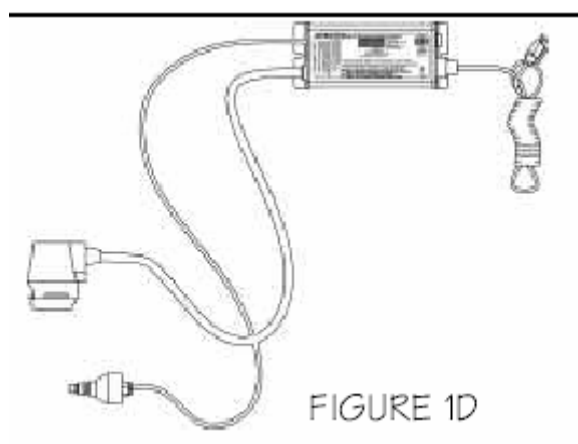

Bild 4
4. Montera el-dosan horisontellt i närheten av strålningskammaren, vid sidan eller över den så att man förhindrar att vatten kommer på den. Tänk på att du får en dropploop på elkabeln. Se bild 4.